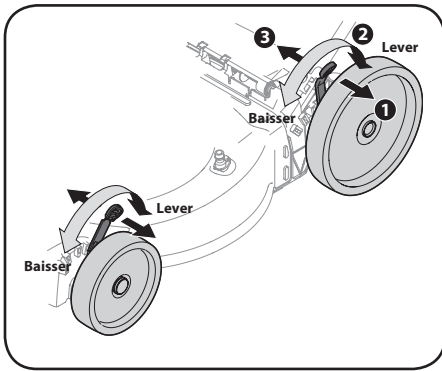

Figure 2-13
- Déplacez le levier de réglage de la hauteur de coupe vers la roue (la tondeuse risque de basculer lorsque vous déplacez le levier de réglage). Voir Figure 2-13.
2. Placez la manette à la position désirée pour changer la hauteur de coupe. Voir les Figures 2-13.